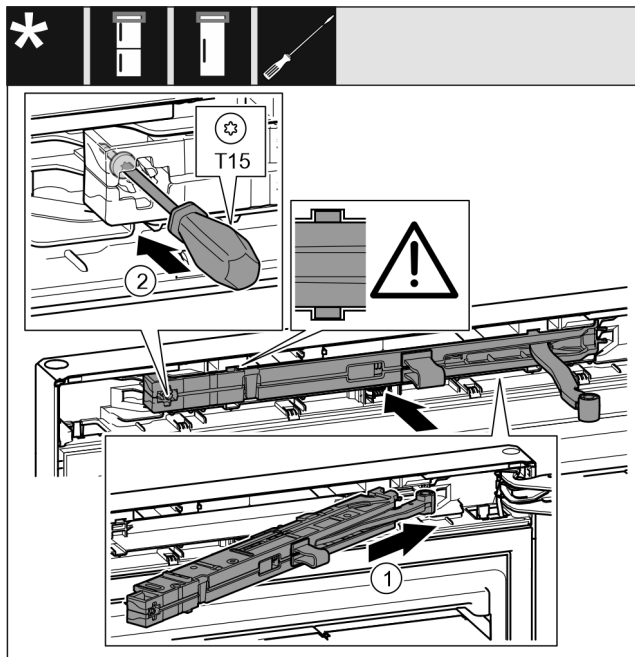

Fig. 37
- ▶ Pe partea suportului de lagăr împingeți înclinat unitatea amortizorului de închidere până la opritor în degajare. Fig. 37 (1)
- ▶ Înșurubați ferm șurubul cu o șurubelniță T15. Fig. 37 (2)